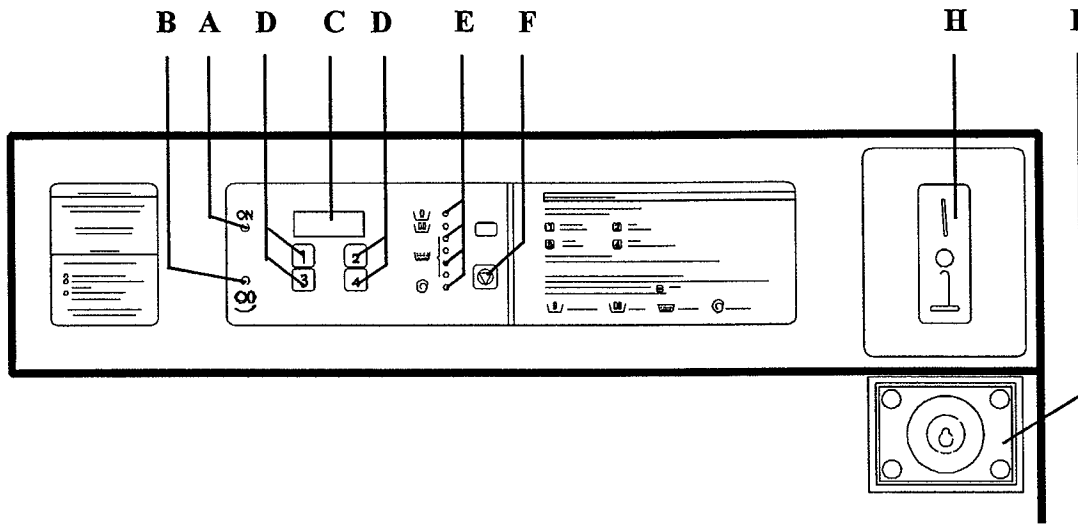

fig. 10
4.2. CONTROL DEVICES (fig. 10)
4.2. DISPOSITIVOS DE CONTROL Y MANDO (fig.10)
4.2. DISPOSITIFS DE CONTRÔLE ET DE COMMANDE (fig.10)